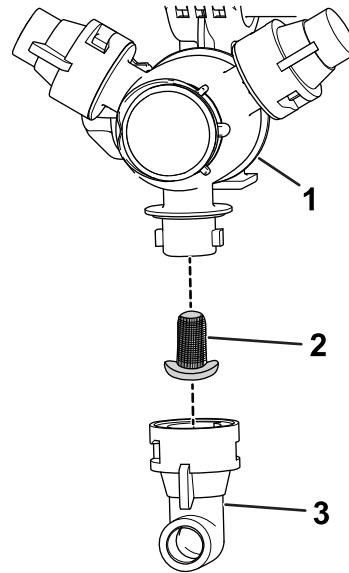

Bild 115
2. Nehmen Sie die Düse vom Sprühdrehkreuz ab (**Bild 115**).
3. Entfernen Sie den alten Düsenfilter (**Bild 115**).
4. Setzen Sie den neuen Düsenfilter ein (**Bild 115**).
5. Setzen Sie die Düse auf das Sprühdrehkreuz auf (**Bild 115**).